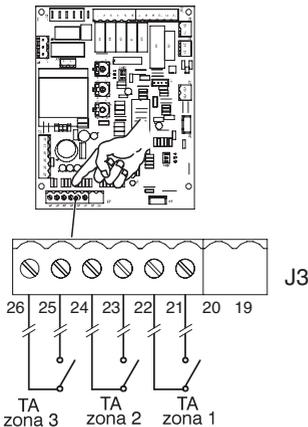

Figura 4.12
- Collegare i termostati ambiente nel connettore J3 come indicato in Figura 4.12 e rispettivamente: